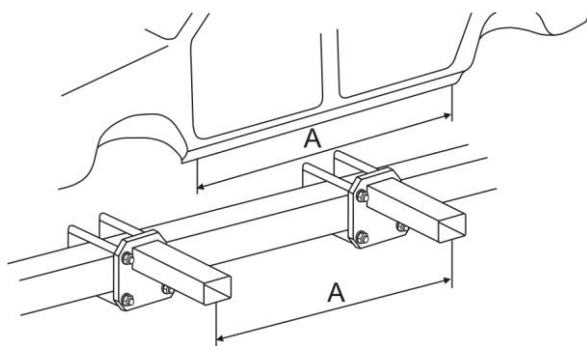

Рисунок 5
8.1 Закрепите кронштейны к раме, предварительно установив размер «А». (Размер «А» зависит от марки и модели автомобиля, конструкции порогов). Размер «А» можно установить различной величины по разным сторонам рамы, что позволяет править автомобиль с деформированными порогами (Рисунок 5).